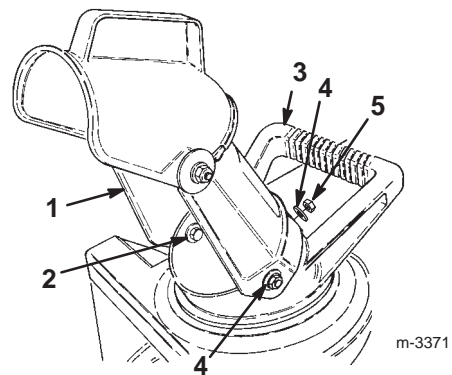

Figure 3
1. Engagez les trous latéraux de l'éjecteur sur les boulons à tête hexagonale de chaque côté de la poignée de l'éjecteur (Fig. 3).
2. Fixez l'éjecteur sur les boulons à tête hexagonale au moyen de deux rondelles et de deux contre-écrous (Fig. 3).
5. Vissez *fermement* le contre-écrou et la rondelle sur la vis à l'arrière de l'éjecteur (Fig. 3).